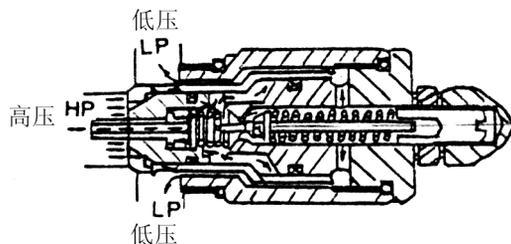

图7.6
(2)当油缸的高压接口内油压超过弹簧力所调定的压力，这时先导阀芯“E”打开，油经过阀芯周围流入孔中，然后流到低压通道。(见图7.6)